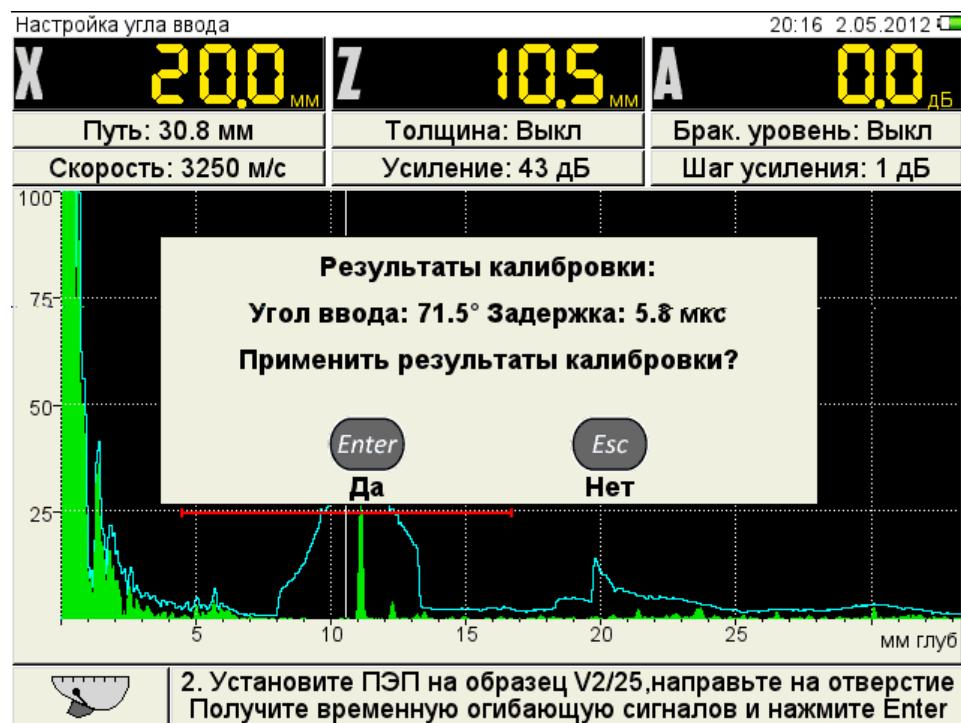

Рисунок 11
- подтвердить принятие результатов калибровки -  или отказаться от результатов калибровки -  (рисунок 11).